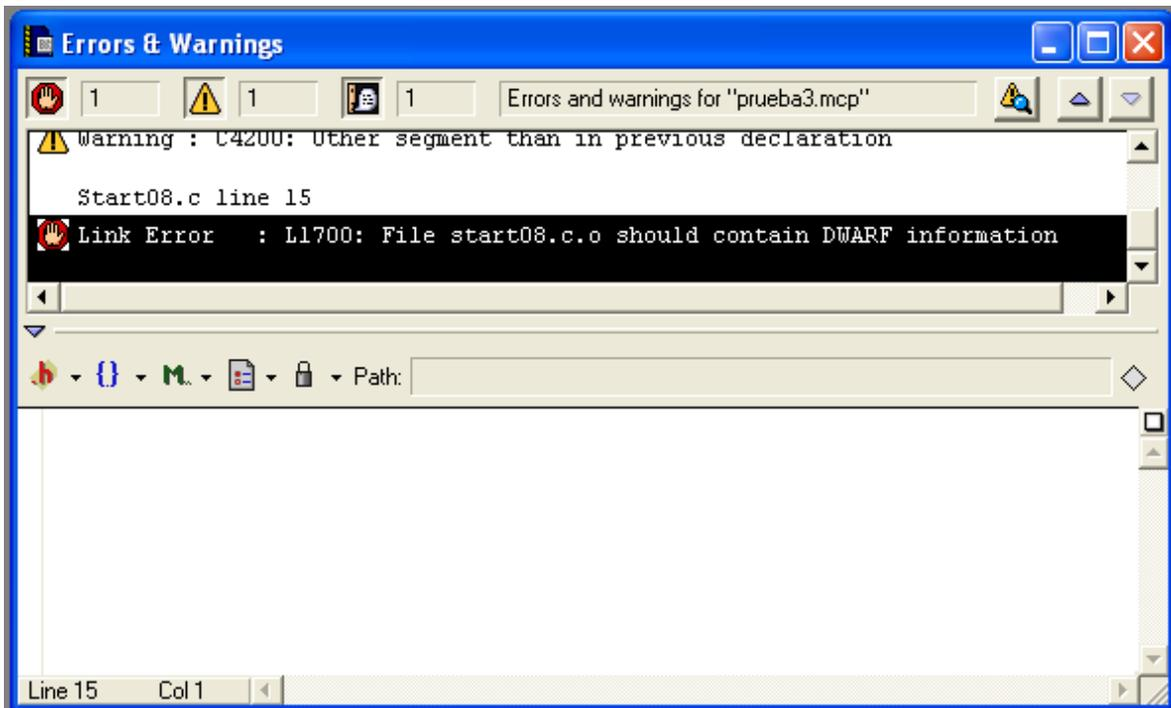
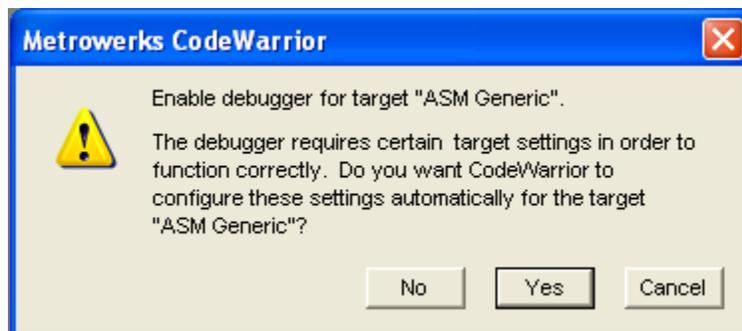

Figura 14.
Figura 15.
**NOTA:** A pesar de que no haya errores de programación el enlazador muestra el error observado en la figura 14. Esto se debe a que el proyecto era inicialmente para ensamblador y no para C. Para corregir esto, se selecciona **Project | Debug**. Inmediatamente aparecerá el mensaje de la figura 15. Al presionar **Yes**, se recompilan todos los archivos y se abre el simulador. A partir de este momento, si se vuelve a reconstruir el proyecto con **Project | Make**, no volverá a aparecer el error mencionado.